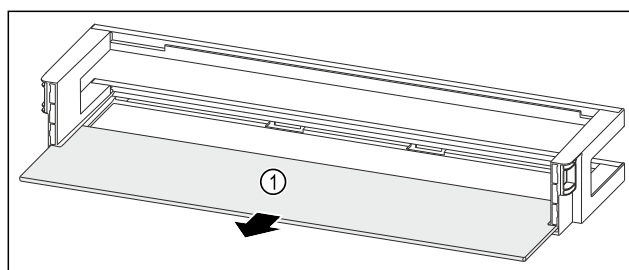

Fig. 211 Dvevní přihrádka s odkládací plochou
- Odkládací plochu Fig. 211 (1) odeberte.